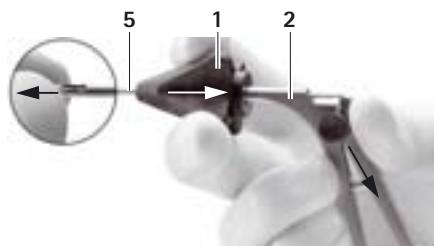

Abb. 2
- Schaft 5 und Griff 2 trennen, siehe Abb. 2: